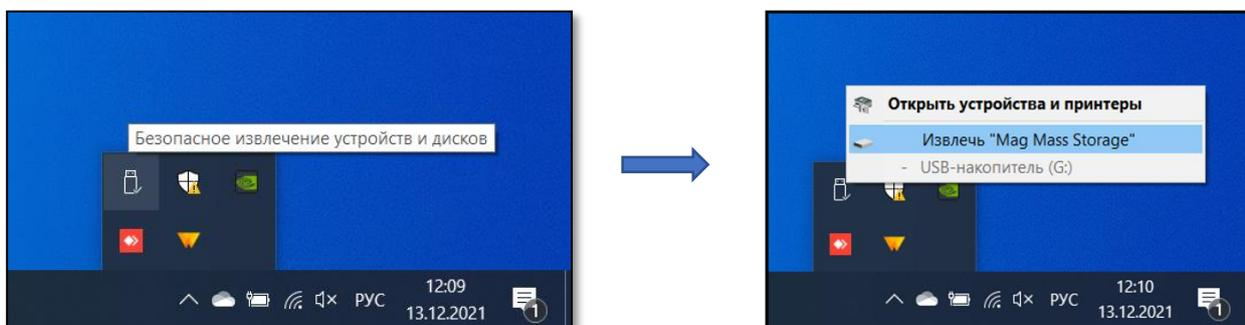

Рисунок 141 Безопасное отключение магнитометра от ПК
4.2.4 После копирования файла прошивки в память, безопасно отключите SmartMag от ПК. Для этого в нижнем правом углу рабочего стола ПК нажмите иконку «Безопасное извлечение устройств и дисков» (Рисунок 141). Далее нажмите на пункт «Извлечь «SmartMag Mass Storage»».